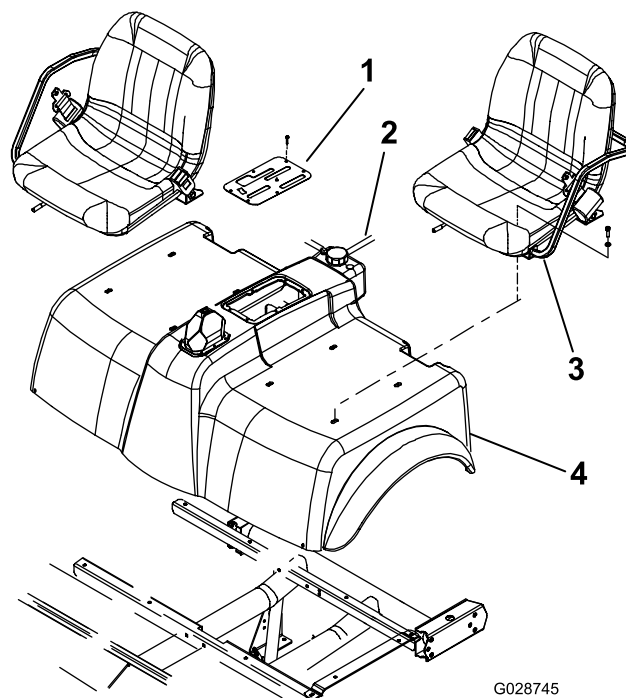

Bild 6
2. Entfernen Sie die sechs Schrauben, mit denen die Außenkante der Abdeckplatte des mittleren Bedienfelds am Rahmen befestigt ist, und nehmen Sie die Abdeckplatte ab (**Bild 6**).
3. Schließen Sie den Behälterschlauch vom Kühler ab und verstopfen oder klemmen Sie den Schlauch ab, damit das Kühlmittel nicht ausläuft (**Bild 6**).
4. Entfernen Sie die acht Kopfschrauben, mit denen die Sitze und die Abdeckung an den Befestigungshalterungen montiert sind (**Bild 6**). Nehmen Sie die Sitze und Abdeckung ab.